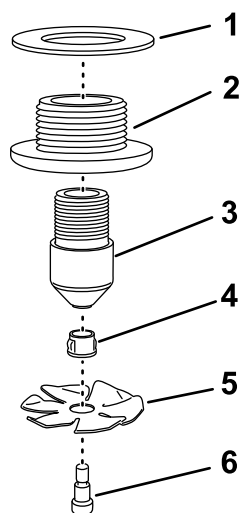

図 20
1. ショルダボルトの上からすすぎペーンとブッシュを取り付ける 図 20。
2. すすぎノズルに、すすぎペーン、ブッシュ、ショルダボルトを取り付ける 図 20。
4. すすぎノズルアセンブリをバルクヘッドフィッティングに取り付けて手締めする 図 20。
5. バルクヘッドのフィッティングにガasketを取り付ける 図 20。